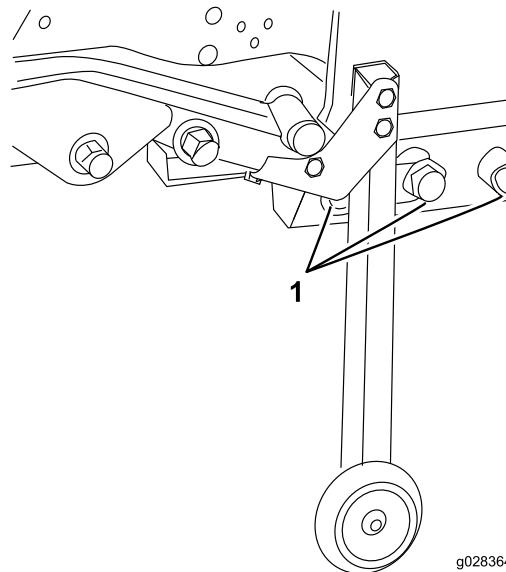

Figura 85
38. Fate scorrere il piatto di taglio e il telaio estivi in posizione e montate i 5 bulloni (3/4 poll.), rondelle e dadi che collegano il telaio del piatto al telaio posteriore (Figura 85).